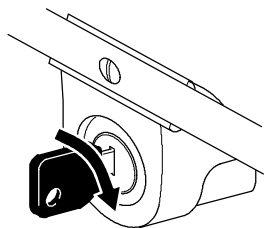

Figure 12
- **Démarrage électrique**—Introduisez la clé dans le commutateur. Tournez-la vers la droite et relâchez-la quand le moteur démarre (Fig. 12).